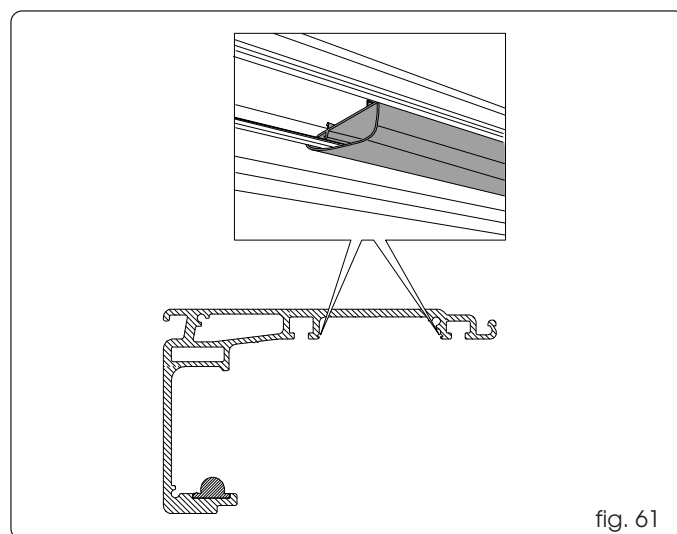

fig. 61
Inserire a pressione le canaline passacavo nella sede del profilo di sostegno non occupata dal modulo di azionamento come indicato in fig. 61 rif. ①.